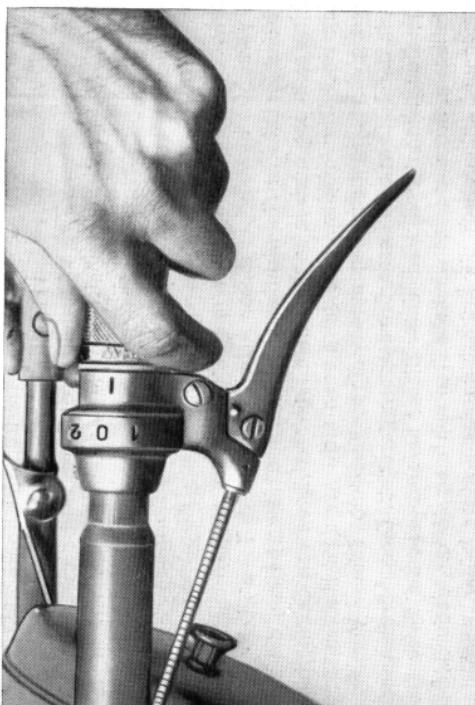

Bild 3
3. Einstellen des Schaltladegriffes auf Leerlauf (schwarzer Strich auf Null, wie in Bild 3).
Zum Abstellen des Motors wird zunächst der Schaltladegriff wiederum auf Leerlauf gestellt (schwarzer Strich auf Null wie Bild 3). Soll der Motor nur für kurze Zeit abgestellt werden, so kann dies durch Drücken auf den Kurzschlußknopf geschehen, der am Lenkholm befestigt ist. Das Gas ist natürlich vorher zurückzunehmen, so daß der Motor in den Leerlauf übergeht. Wird die Hacke für längere Zeit außer Betrieb gesetzt, so empfiehlt es sich, zum Abstellen des Motors den Kraftstoffhahn zu schließen und abzuwarten, bis der Motor von selbst stehen bleibt.
(Siehe Bild 3.)